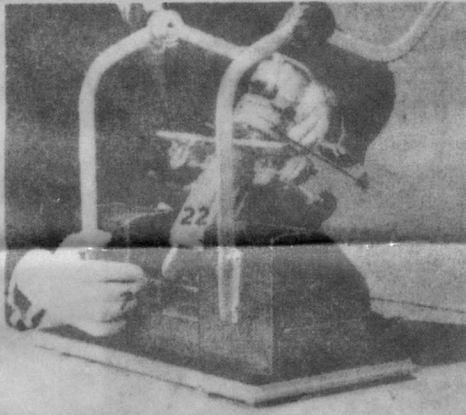

Bild 3
Ist die gewünschte Vergrößerung eingestellt, so greift man mit der linken Hand an den gekröpften Objektivräger 27) und zieht mit der rechten den Feststellstift 7). Daraufhin kann man das Projektorgehäuse 4) in Schrägstellung bringen, wie sie das Bild 3 zeigt.
- 10) Zum Lampenwechsel wird das gewellte Gehäuse 22) Bild 3 und 6 nach Lösen der seitlichen Rändelschrauben abgenoben. Dreht man die Lampe unter leichtem Druck nach unten entgegen dem Uhrzeigersinn herum, so kann man sie herausheben. Die neue Lampe setzt man unter Drehung im Uhrzeigersinn ein, sie ist in ihrer Stellung dann richtig justiert.